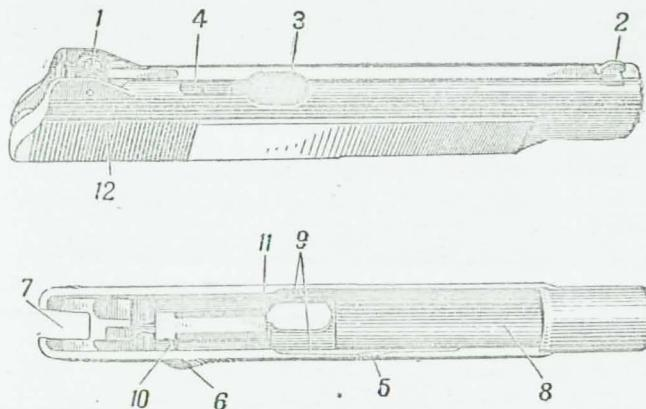

Рис. 26. Затвор:
**27. Затвор** (рис. 26) служит для постановки курка на боевой взвод, досыпания патрона из магазина в патронник, запирания канала ствола,